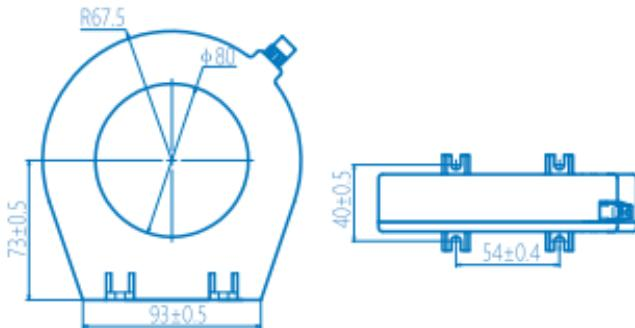

图2 ZCT-80外形及安装尺寸
5.2 ZCT-80外形及安装尺寸：见图2；产品重量为0.29kg。